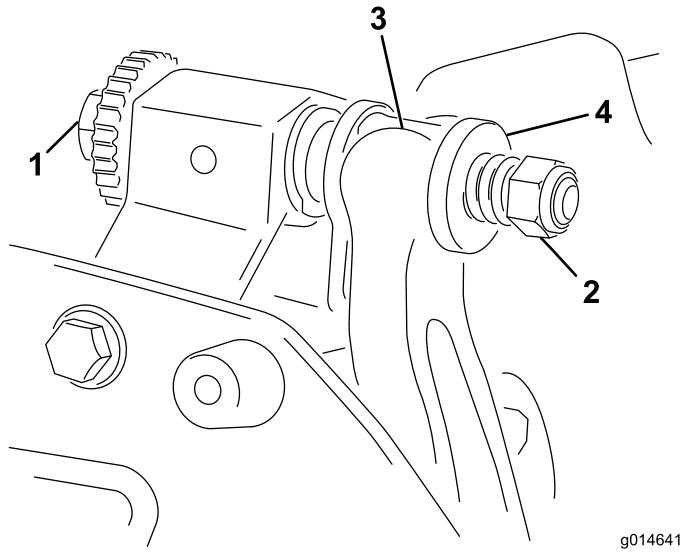

図 18
- ベッドバー調整ねじを左に回してベッドナイフとリールの接触をなくす図 18。
- スプリングテンションナットをゆるめて、ワッシャーがベッドバーを全く押さないようする図 18。